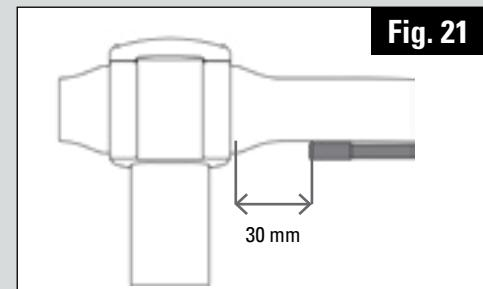

Fig. 21
4.1 / A lo largo del manillar, coloque una vaina desde la palanca de freno y córtela a 30 mm de la potencia y coloque una contera de vaina (Fig. 21).